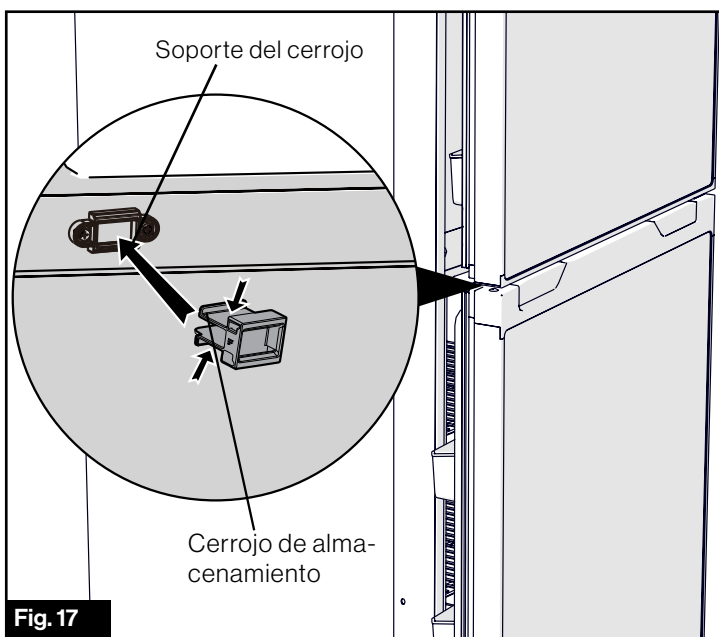

Fig. 17
2. Presione ambos lados del cerrojo de almacenamiento según las flechas de la Fig. 17 y tire para quitar el cerrojo de almacenamiento.